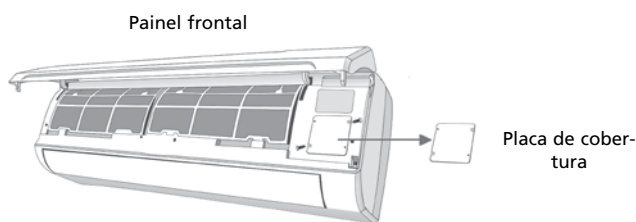

Figura 19
- Para ligar o cabo ao bloco de terminais da unidade interior: Retire o painel frontal e a cobertura do bloco de terminais. O bloco de terminais encontra-se no lado direito da unidade interior. Figura 19